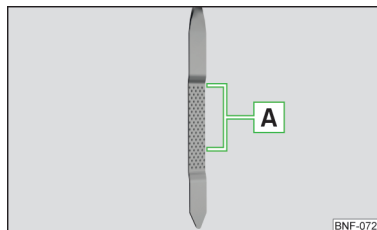

Fig. 141
Il livello dell'olio deve trovarsi nell'area » fig. 141. Se il livello dell'olio è al di sotto dell'area , rabboccarlo.
- Il livello dell'olio non deve mai essere all'esterno dell'area **A** » fig. 141 - altrimenti sussiste il pericolo di danneggiamento del motore e dell'impianto di scarico.